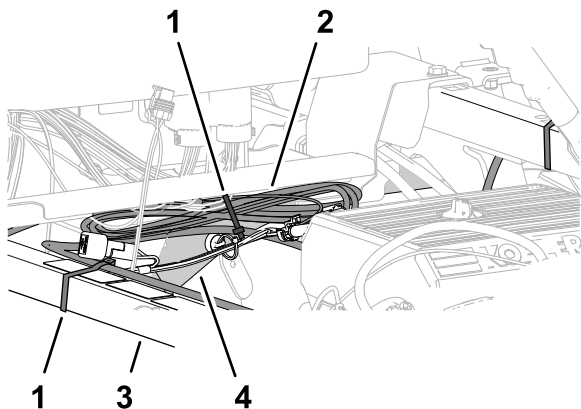

Figura 212
1. Reúna o comprimento em excesso da cablagem de dados contra o tubo da estrutura superior direita (Figura 212).
2. Alinhe a cablagem de dados com o tubo de suporte do para-choques e prenda a cablagem ao tubo com uma braçadeira de cabos (Figura 212).
3. Alinhe o feixe da cablagem de dados com o tubo da estrutura superior direita e prenda o feixe da cablagem à estrutura com uma braçadeira de cabos (Figura 212).